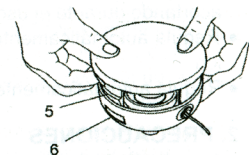

Fig. 2-7
10. Setzen Sie den Schneidgedhäusedeckel so auf das Schneidgedhäuse auf, dass die Sperren (5) am Deckel auf die Langlöcher (6) im Gehäuse ausgerichtet sind, und drücken Sie dann auf den Deckel, bis er fest einrastet. (Fig. 2-7)